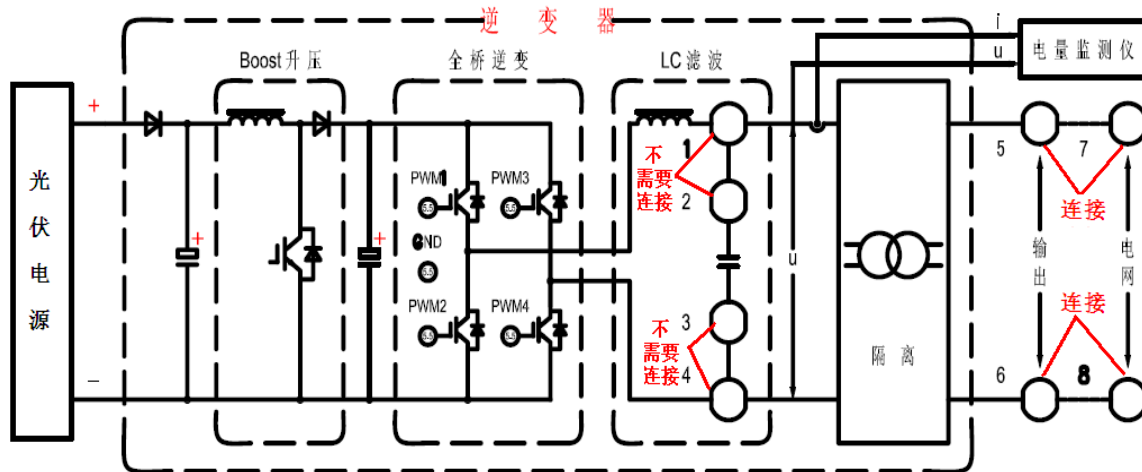

图 4-3 逆变器主电路图
1. 直流升压变换器级联逆变器并网主电路图见图 4-3 所示，太阳能电池板或蓄电池或备用电源连接到 Boost 升压电路输入端，经 Boost 电路升压后经全桥逆变，全桥逆变输出经滤波器，然后通过隔离变压器将电能送入电网。